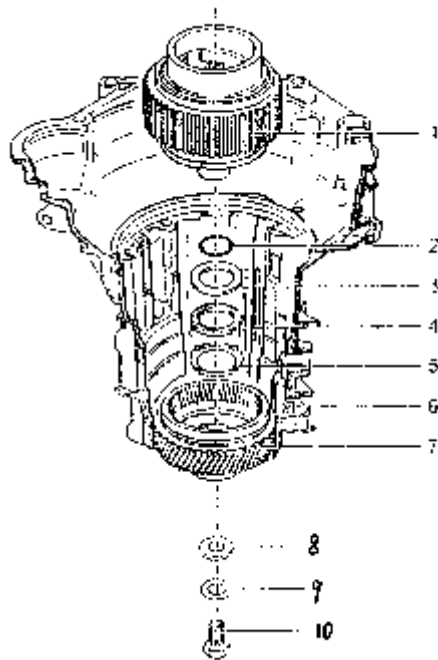

图 7-64 行星齿轮架和变速箱壳体
4) 行星齿轮架与带输入齿轮和盖板的变速箱壳体, 如图 7-64 所示。